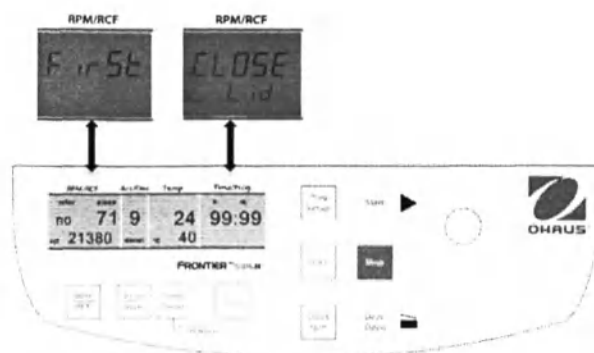
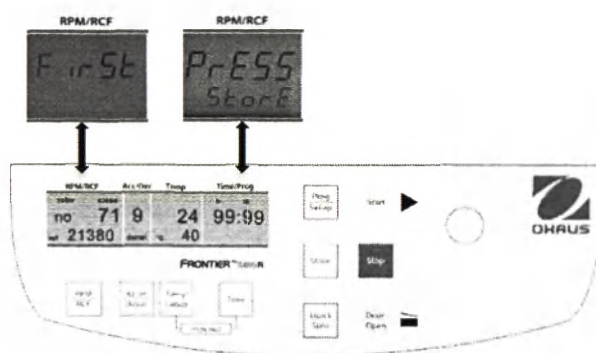

Рис. 23
Рис. 24
Закройте крышку центрифуги. Выполните вышеописанные операции для установки всех необходимых параметров. Если при записи программы крышка центрифуги не закрыта, то на дисплее **«RPM/RCF»** (A-1) попеременно начинают высвечиваться надписи **«First»** и **«CLOSE Lid»** (см. рис. 23). При запуске центрифуги без сохранения программы на дисплее **«RPM/RCF»** (A-1) попеременно начинают высвечиваться надписи **«First»** и **«PrESS StoreE»** (см. рис. 24).
Для сохранения данных удерживайте кнопку **«Store»** (12) (см. рис. 23 и 24) нажатой в течение примерно 1 секунды. При корректной записи программы на дисплее **«RPM/RCF»** (A-1) высвечивается надпись **«StorE»**. Надпись **«programm»** (M10) пропадает.